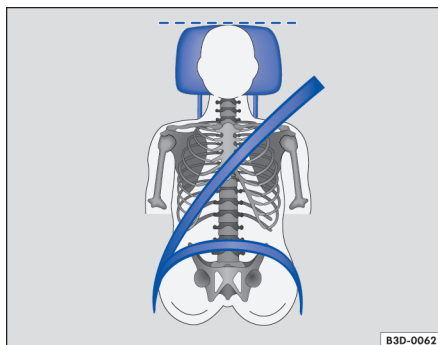

Fig. 13 Posiciones correctas del cinturón de seguridad y del apoyacabezas, vistas de frente
- La banda superior del cinturón de seguridad, debe pasar por el centro del hombro y nunca sobre el cuello o el brazo. El cinturón de seguridad debe estar bien ajustado al tronco del pasajero ⇒ fig. 13.